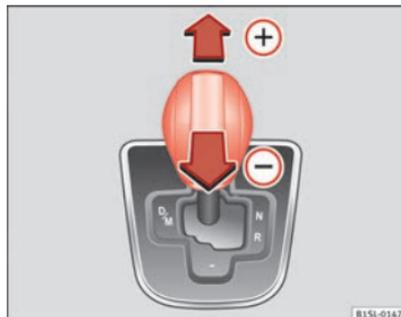

Fig. 91 Palanca en la posición Tiptronic.
- Pulse la palanca hacia adelante o hacia atrás para aumentar o reducir la marcha ⇒ fig. 91.